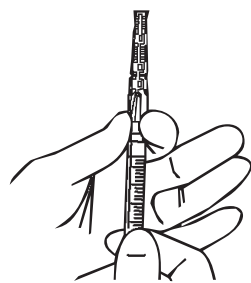

図2
6. 針がニードル・プロの溝に収納されていることを確認し、図2のように針の先端部分に触れないようにニードル・プロのハブ部分を親指と人差し指で持ってシリンジから取り外してください。取り外したニードル・プロは直ちに耐貫通性廃棄容器に捨ててください。